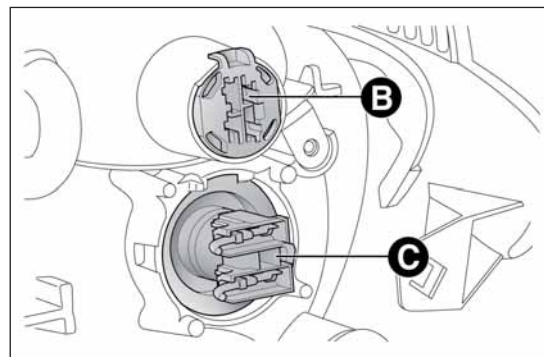

fig. 134
- sfilà il portalamпада B fig. 134, estrai la lampada e sostituiscila;
- sfilà il portalamпада C fig. 134, estrai la lampada e sostituiscila;